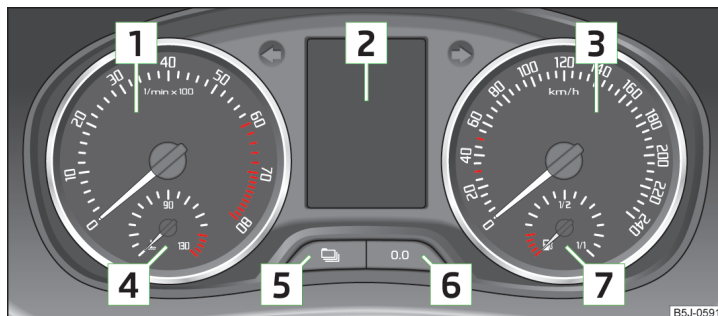

Abb. 20 Kombi-Instrument
Der rote Skalabereich des Drehzahlmessers **1** » Abb. 20 auf Seite 30 kennzeichnet den Bereich, in dem das Motorsteuergerät beginnt, die Motordrehzahl zu begrenzen. Das Motorsteuergerät begrenzt die Motordrehzahl auf einen sicheren Grenzwert.
Die Kühlmitteltemperaturanzeige **4** » Abb. 20 auf Seite 30 arbeitet nur bei eingeschalteter Zündung.
Die Kraftstoffvorratsanzeige **7** » Abb. 20 auf Seite 30 arbeitet nur bei eingeschalteter Zündung.
Das Zurücksetzen der Angabe kann durch langes Drücken der Taste  » Abb. 20 auf Seite 30 erfolgen.
Die Uhr wird mit den Tasten  und  eingestellt » Abb. 20 auf Seite 30.
- › Die Taste  » Abb. 20 auf Seite 30 wiederholt drücken, bis die Anzeige des Gesamtkilometerzählers blinkt » Seite 32.